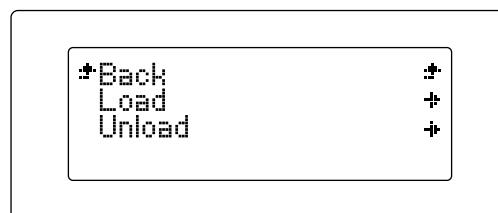

Figure 3.5 Sous-menu Filament
- Sous-menu **Filament** (fig. 3.5)